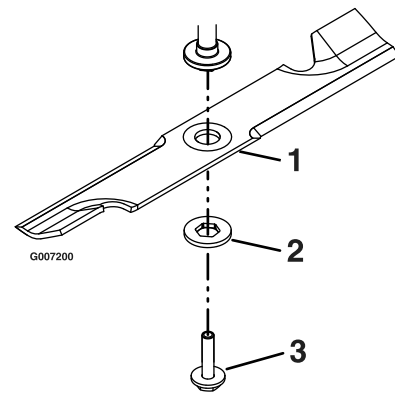

Figure 40
1. Placez la lame sur l'axe (Figure 40).